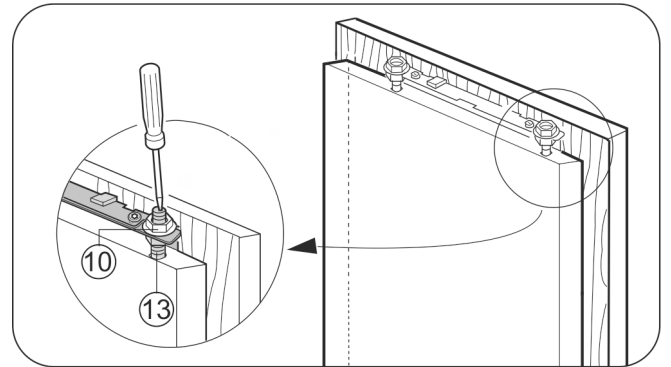

Fig. 22
- ▶ Serrer les contre-écrous Fig. 22 (10) avec une clé à six pans de 13, en maintenant les écrous de réglage Fig. 22 (13) avec un tournevis.